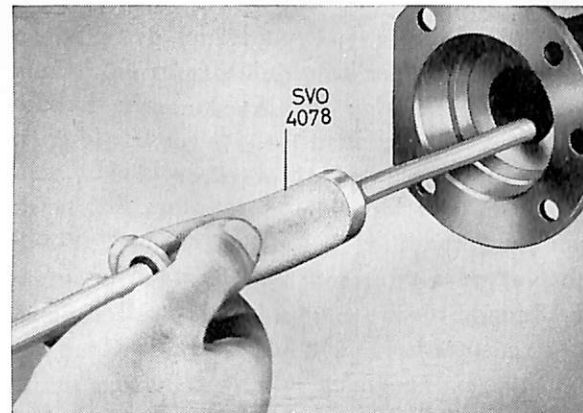

Bild 3. Demont. av tätningssring.
3. Drag ut tätningssringen med hjälp av SVO 4078, bild 3.
4. Tag bort tätningsringarna (14) med hjälp av utdragare SVO 4078, se bild 3.